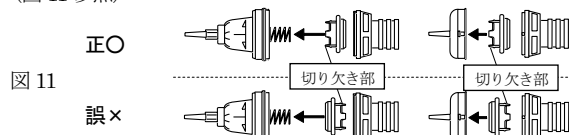

図 11
2. ダイアフラムを逆向きに取り付けしないでください。切り欠きのある側を呼吸弁本体側に取り付けてしまうとリークが発生し、呼吸弁が正しく動作せず、呼吸が正常に行われぬおそれがあります。(図 11 参照)